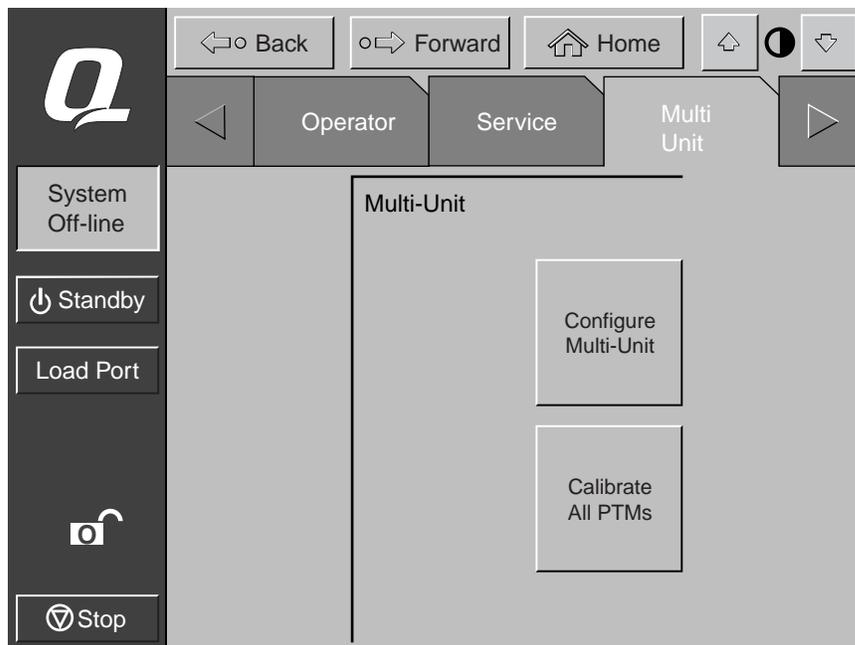

Abbildung 3-6. Bildschirm *Calibrate All PTMs* (Alle PTMs kalibrieren)
1. Drücken Sie auf der Registerkarte *Multi Unit* die Schaltfläche **Calibrate all PTMs** (Alle PTMs kalibrieren) (siehe Abbildung 3-6). Alle PTMs in allen Tape Libraries werden automatisch kalibriert.